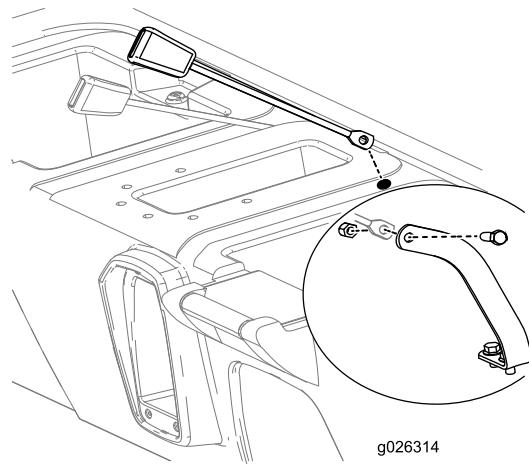

Figura 11
- Introduzca el extremo de montaje del receptor de enganche de cada cinturón de seguridad por uno de los taladros que acaba de perforar en la base del asiento (Figura 11).
- Monte el extremo del receptor de cada conjunto de cinturón de seguridad a cada anclaje correspondiente con un perno ($7/16"$) y una tuerca ($7/16"$), tal y como se muestra en la Figura 11.